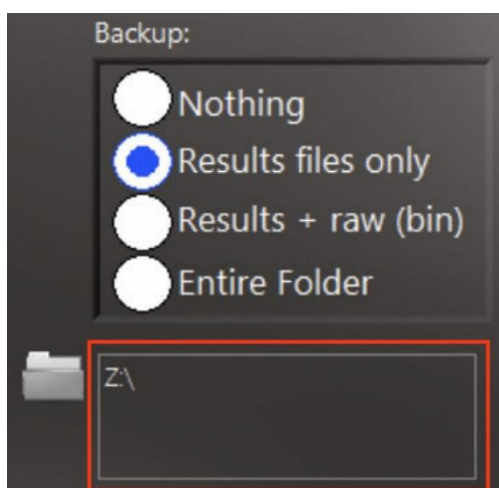

Figure 31 : section Copie et emplacement de destination
**Destination Location** (Emplacement de destination) : la destination vers laquelle les résultats doivent être copiés est affichée dans le champ situé juste au-dessous de l'option Copy (Copier). Définissez le chemin d'accès en utilisant l'icône Folder (Dossier)  située en regard du champ de l'emplacement de destination (voir l'encadré rouge sur la Figure 31).